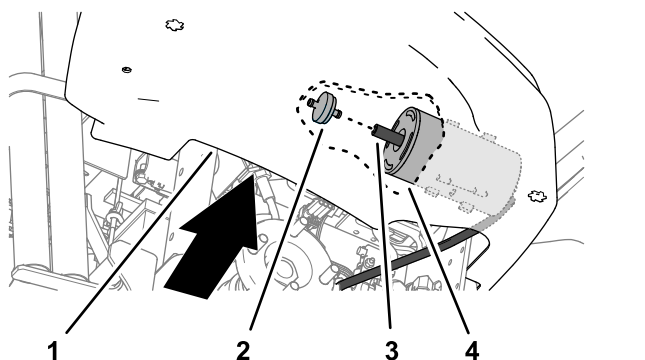

Figura 32
4. Raggiungendo la zona dietro il bordo inferiore interno del quadro di comando, tirate il filtro del canister a carboni attivi indietro e fuori dal flessibile all'estremità del canister a carboni attivi (Figura 32).
5. Inserite un nuovo filtro del canister a carboni attivi nel flessibile all'estremità del canister a carboni attivi (Figura 32).